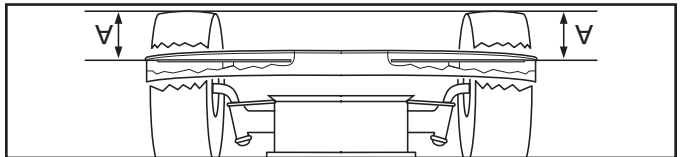

Fig. 36
- AJUSTEMENT LATÉRAL DE PRÉCISION (Voir la Fig. 36)
- D'un côté et de l'autre de la tondeuse, placez la lame de côté et mesurez la distance (A) du bord inférieur de la lame jusqu'au sol. La distance devrait être la même des deux côtés.